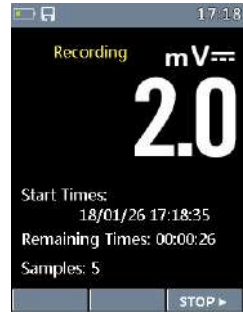

Рис. 135
- В меню записи нажмите кнопку ▲ или ▼, чтобы выбрать пункт Start record (включить запись). Нажмите кнопку ►, чтобы войти в режим записи измерений (рис.135).